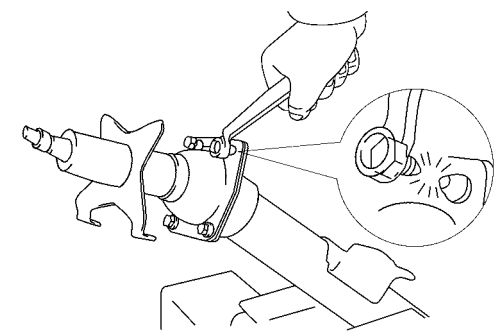

图 16-16 将两个新的锥形头螺栓旋到上柱管上
3) 将两个新的锥形头螺栓旋到上柱管上, 旋紧直至锥形头螺栓头断开为止, 如图 16-16 所示。